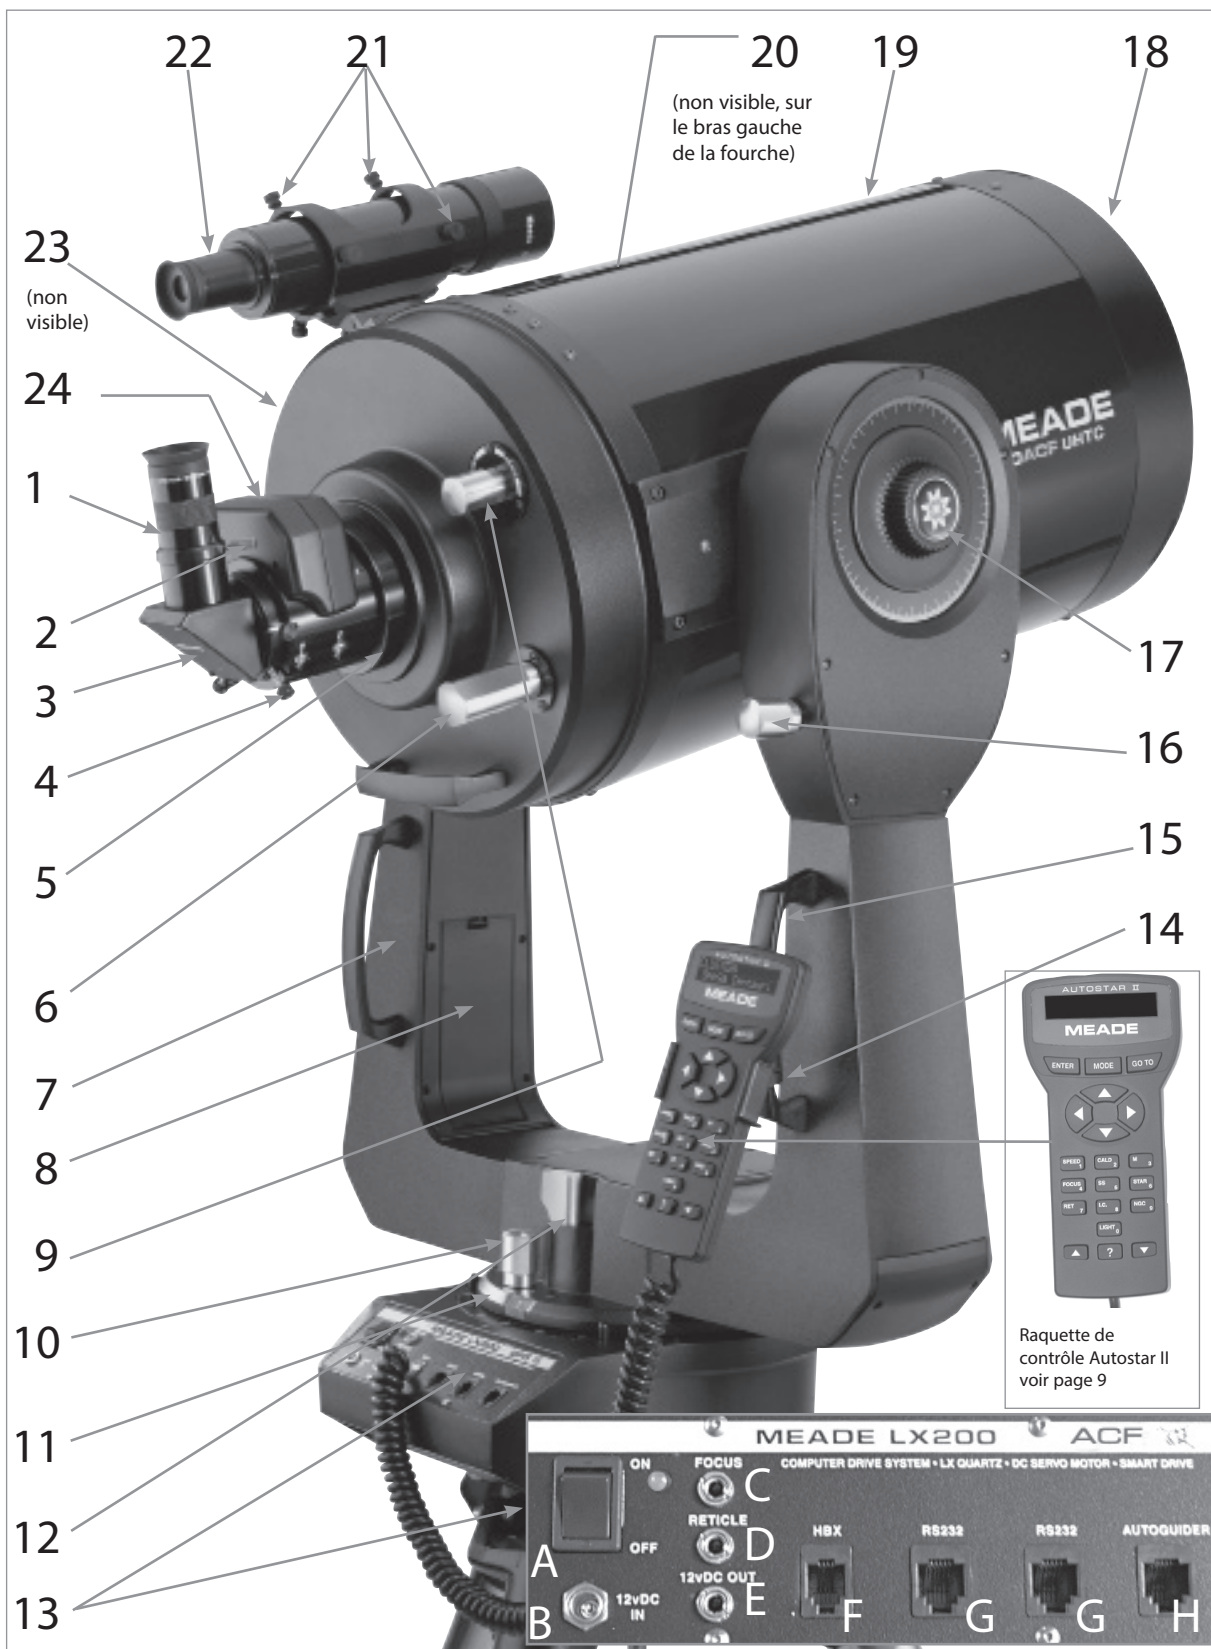

Fig. 1: Télescope LX200 ACF, panneau de contrôle, raquette de commande Autostar II.
Regardez le long du tube pour localiser un objet. Utilisez la molette de mise au point (6, Fig. 1, page 6) pour faire la mise au point. Entraînez-vous à utiliser les touches flèche de l'Autostar pour centrer un objet dans le champ de vision du télescope.
- Oculaire: Placez l'oculaire S/5000 Plössl de 26mm dans le renvoi coudé (3, Fig. 1) et maintenez le en place en serrant la vis pour oculaire (2, Fig. 1). L'oculaire grossit l'image formée au plan focale du télescope.
- Vis de serrage de l'oculaire: maintient l'oculaire (1, Fig. 1) en place. Serrez sans exagérer.
- Mouvement lent en ascension droite (AD): Permet un mouvement lent en ascension droite, c'est à dire selon l'axe horizontal en tournant la molette et en ayant le frein d'ascension droite (voir L ci-dessous) en position débloquée. Bloquez le frein partiellement pour crée une position agréable dans le mouvement lent d'ascension droite.
- Frein d'ascension droite (AD): Contrôle manuellement le mouvement en AD (ou en azimut) du télescope. Tourner le frein d'AD dans le sens contraire des aiguilles d'une montre débloque l'axe en AD et permet de déplacer le télescope manuellement en AD. Tourner le frein d'AD dans le sens des aiguilles d'une montre pour bloquer l'axe en AD du télescope afin d'embrayer le moteur en AD contrôlé par l'Autostar II
- Panneau de contrôle (voir Fig. 1, l'insert):
Lorsque vous débloquez le frein de déclinaison, tenez le tube du télescope (19, Fig. 1). Le poids du tube pourrait le faire tomber brusquement.
- 24 Système de mise au point électrique(Zero Image-Shift) à 4 vitesses : Permet une mise au point précise en visuel, CCD ou astrophotographie. Maintient l'image centrée, y compris sur les petits capteurs CCD. Fonctionne avec 4 vitesses différentes, fines à rapides en utilisant les touches fléchées de l'Autostar II. Brancher le système de mise au point électrique dans le port focus (13, Fig. 1).